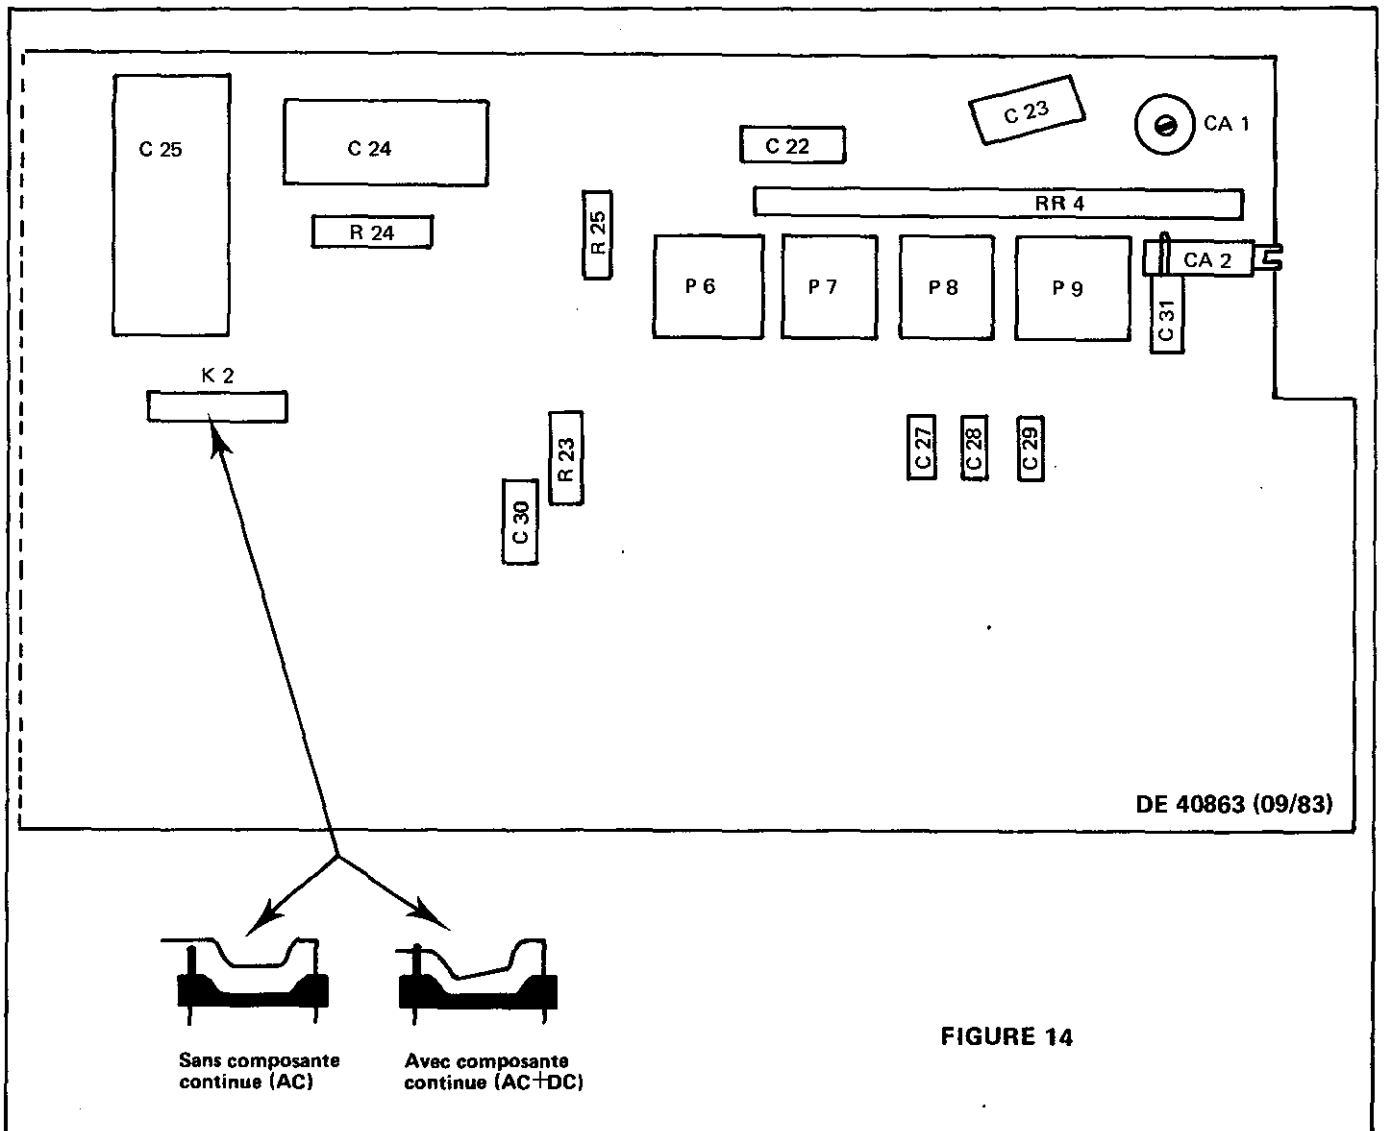

FIGURE 14
- mettre l'«épingle» K2 en position de court-circuit (voir figure 14 ci-dessous),